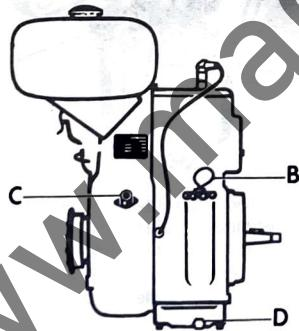

Bild 1
Handelsübliches Benzin (Oktanzahl mind 86 ROZ) durch einen Siebtrichter in den Kraftstofftank füllen. Mit Hilfe des Oelmessstabes (B, Bild 1) den Oelstand messen, Motor **waagrecht** abgestellt. Hierzu Oelmessstab ganz einstecken. Der Oelstand soll nicht unter dem unteren und nicht über dem oberen Strich am Oelmessstab sein. Luftfilter prüfen ; falls nötig reinigen. Falls der Motor mit einem Oelbadluftfilter ausgerüstet ist, frisches Oel bis zum vorgeschriebenen Oelstand auffüllen. (Bitte Anweisungen gemäss Schmier- und Wartungsplan auf Seite 8 beachten).
- Bei Betrieb mit Benzin :** Motor auf « Leerlauf » stellen und Abstellknopf drücken (C, Bild 1). Kraftstoffhahn schliessen.
- Bei Betrieb mit Petroleum :** Kraftstoffhahn auf « Benzin » stellen und Motor während 2-3 Minuten laufen lassen. Dann Motor auf « Leerlauf » stellen und Abstellknopf drücken (C, Bild 1). Kraftstoffhahn schliessen.